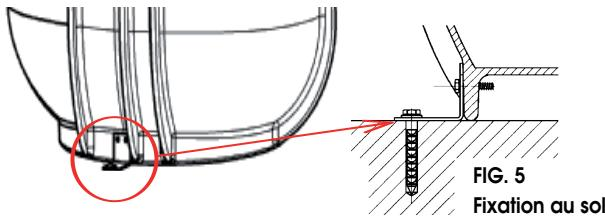

FIG. 5
- Conformément à la norme EN 12056-4, la station de relevage doit être installée de manière à prévenir les rotations. Elle peut être fixée au sol, comme représenté (**Voir FIG. 5 ci-dessous**), à l'aide du matériel de fixation fourni.